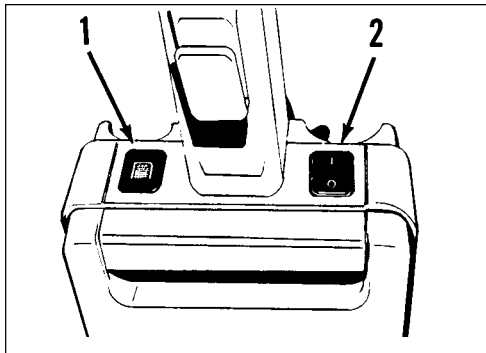

Figure 21
If the indicator light (1) comes on, see figure 21, or the motor stops, do the following:
1. Put the ON/OFF switch in the "O" position (2).
Si le voyant (1) de l'indicateur lumineux s'éclaire (voir figure 21) ou si le moteur s'arrête, procédez comme suit :
1. Placez l'interrupteur I/O en position "O" (2).